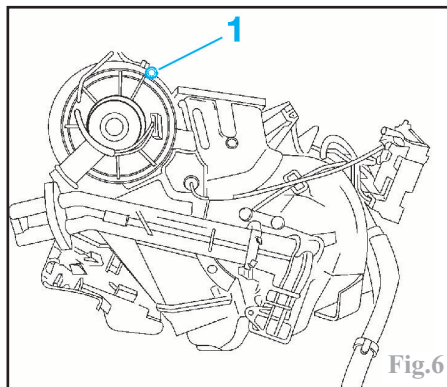

Fig.6
Il est possible qu'une vis de fixation (1) (Fig.6) soit présente. Dans ce cas, la déposer.